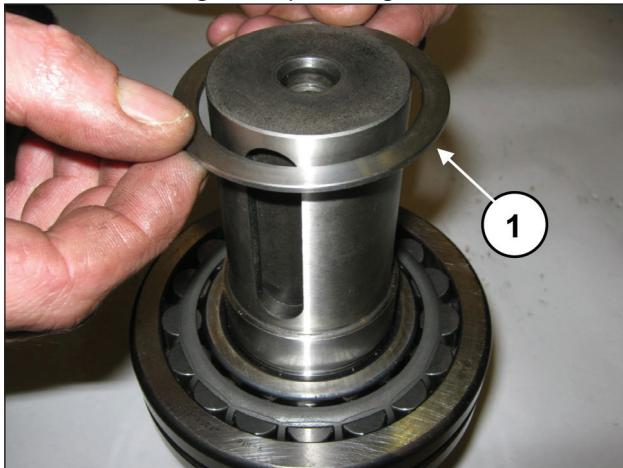
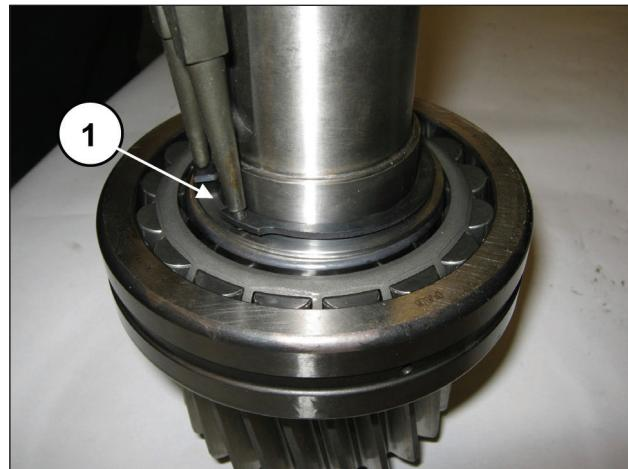

Fig. 85
Fig. 86
Introducir la anilla de apoyo del cojinete (pos. ①, Fig. 85) y colocar la anilla seeger Ø55 (pos. ①, Fig. 86).